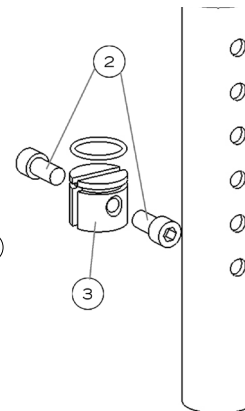

Abb. 19b
- Entfernen Sie die Schrauben (2) (Abb. 19b).
- Schieben Sie in der Armlehnenaufnahme die Dübelmutter (3) mit einem langen Schlitzschraubenzieher auf die gewünschte Höhe (3).
- Ziehen Sie die Schraube (2) fest.